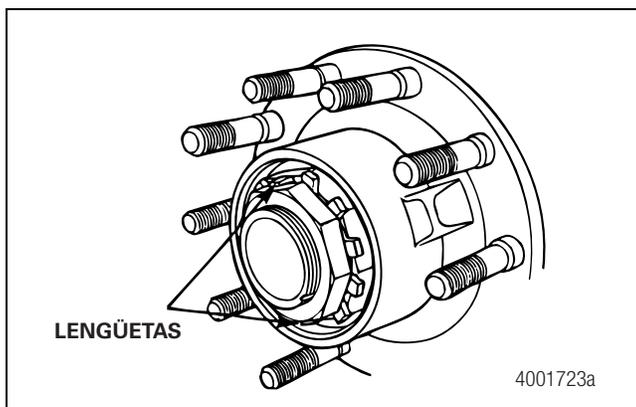

Figura 3.12
- 6 Utilice una herramienta para enderezar las dos lengüetas aplanadas opuestas de la arandela de presión, hasta que queden fuera de la tuerca exterior. Deseche siempre la arandela de presión desmontada e instale una nueva. No instale nuevamente arandelas de presión usadas. Mantenga la herramienta bien fija sobre las lengüetas, para evitar que se resbale y pudiera dañar el sello de la maza. Figura 3.12.